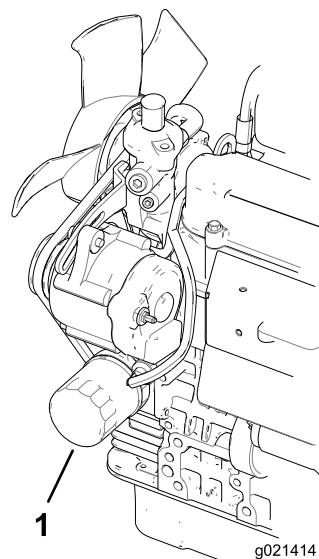

Figura 49
2. Retire el filtro de aceite (Figura 49). Aplique una capa ligera de aceite limpio al filtro nuevo antes de instalar el filtro. **No apriete demasiado.**